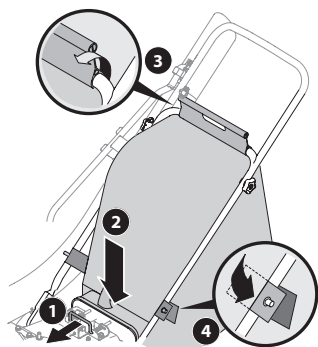

Figura 6
1. Sostenga la manija de la bolsa con una mano y deslice la varilla de seguridad del soporte de montaje hacia el motor con la otra mano. Use el extremo del soporte de montaje como palanca cuando deslice la varilla de seguridad. Vea la Figura 6.
4. Coloque las tiras inferiores de la bolsa por encima de la parte superior de la manija inferior, enganchándolas en los pernos. Vea la Figura 6.